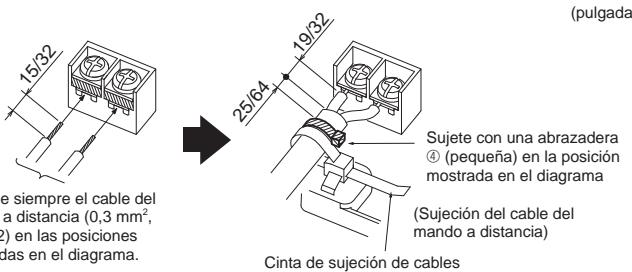

Fig. 6-3
- Pase y conecte el cable del mando a distancia por las entradas de cableado indicadas en el diagrama. [Fig. 6-1 ④, Fig. 6-3]